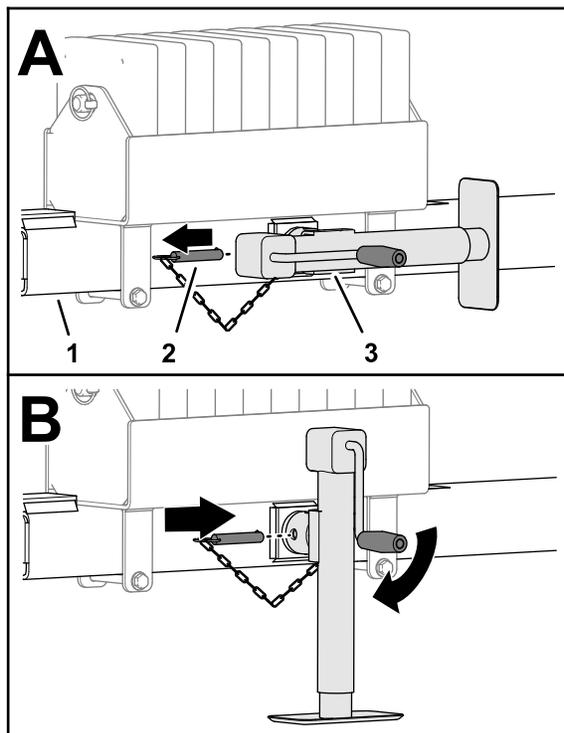

図 27
1. ジャッキとチューブを連結しているピンを抜き取り、ジャッキをチューブから外す 図 27 マシン前部をジャッキで支持するには \(ページ 25\)を参照。
4. ジャッキをヒッチチューブに固定しているピンを外す 図 27。
5. ジャッキを縦にする 図 27。
6. ジャッキとヒッチチューブの横穴にピンを通す 図 27。